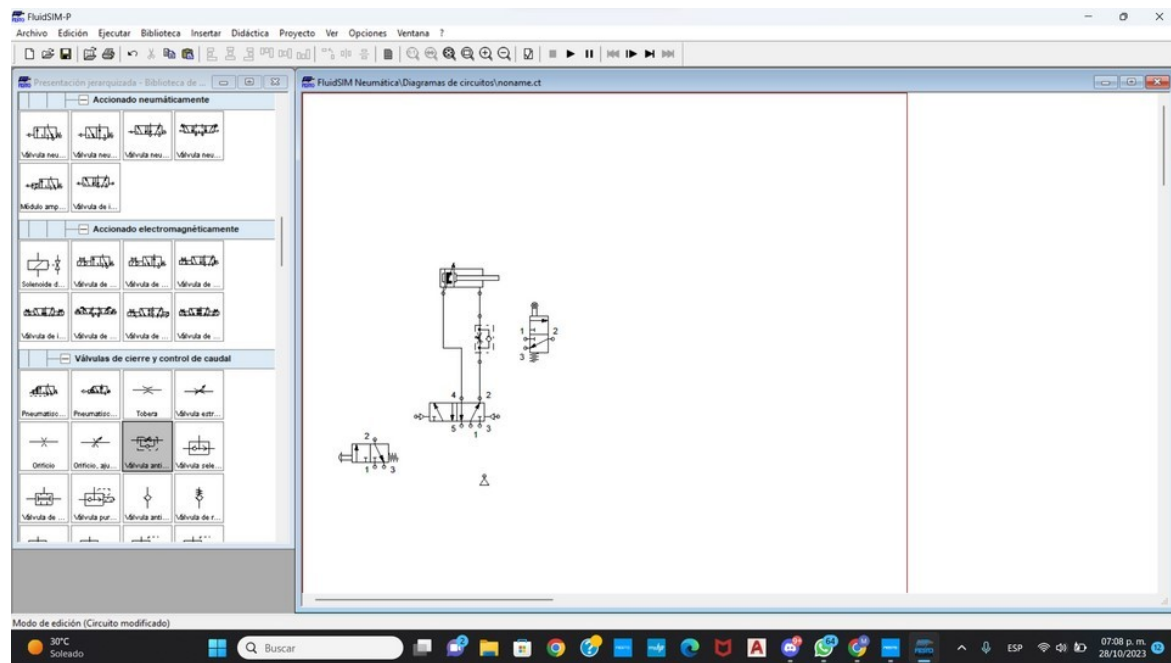

Ilustración 2.3
Paso 3.- Conectamos la salida 4 de la válvula 5/2 vías al cilindro doble efecto. (Ilustración 2.3).